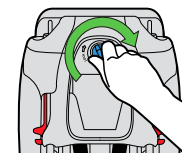

Figure 28
- Insérez le panneau d'accès et tournez le verrou du panneau d'accès vers la droite pour le verrouiller, tel qu'illustré dans la **Figure 28**.